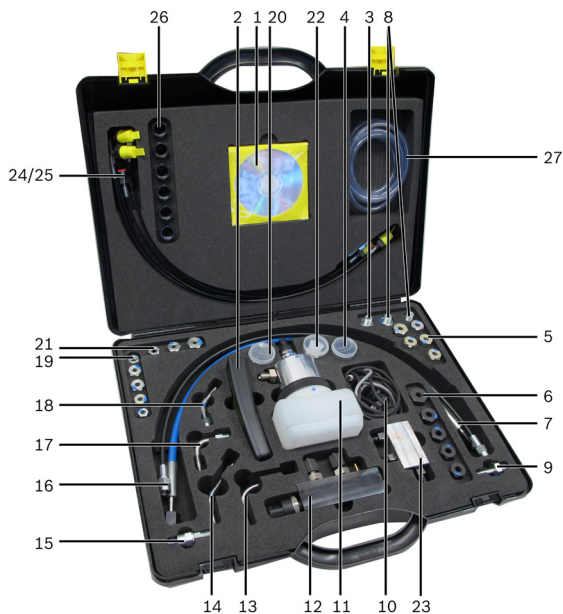

Abb. 1: Översikt Diesel Set 3.1
Tryckbehållarmodulen (fig. 1, pos. 11) ansluts med den svarta slangen på 60 MPa direkt till pumpens högtrycksanslutning i förekommande fall.
Tryck sensorn (fig. 1, pos. 12) ansluts direkt till en av fordonsskenans högtrycksanslutningar med den blåa slangen på 180 MPa.